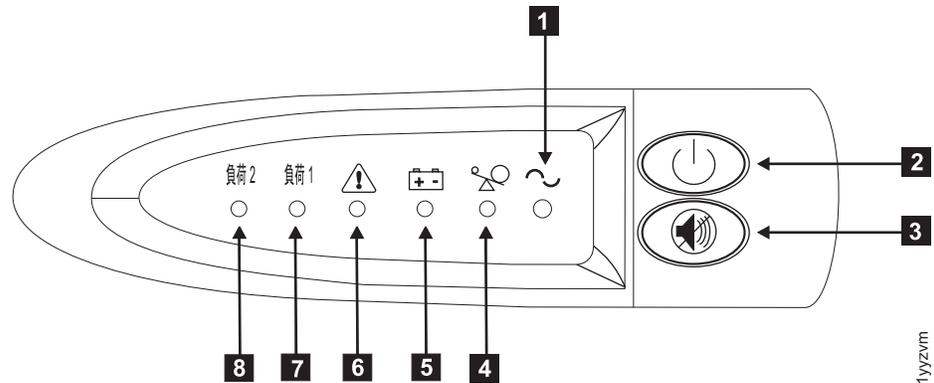

図 34. 2145 UPS-1U の電源スイッチとインディケータ
11. オン/オフ・ボタン **2** を約 2 秒間押したままにします。2145 UPS-1U が自己診断テストを行う間、フロント・パネル・インディケータは始動シーケンスを循環します。63 ページの図 34 を参照してください。